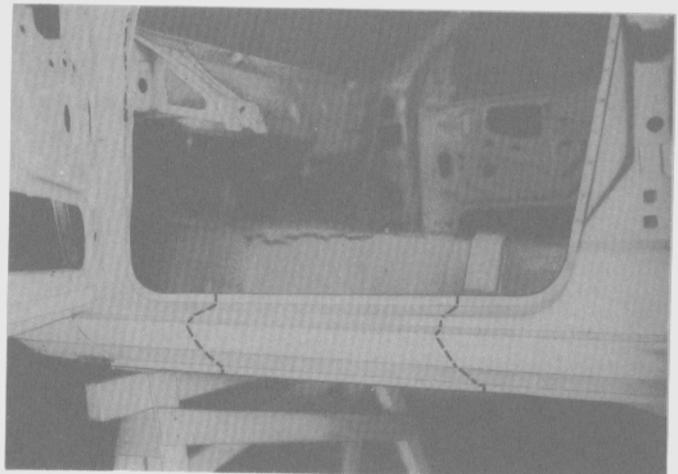

Fig. 187
- Según el daño, medir y marcar el zócalo (Fig. 187).